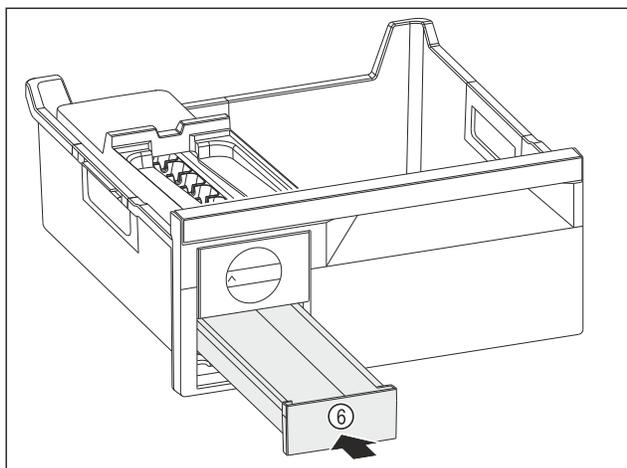

Fig. 139
► Insérer le compartiment à glaçons Fig. 139 (6).